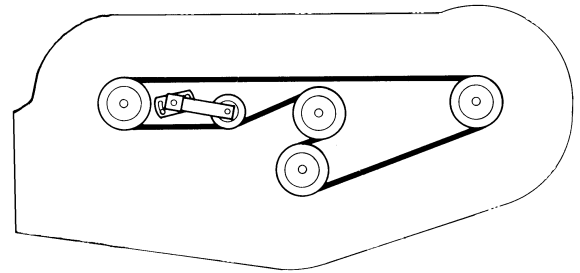

Fig. 20
- A. Para las unidades de corte que suelen operarse con una altura de corte de entre 25–50 mm, se debe subir el lado bajo de la unidad de corte. Retire el pasador que fija la rueda en el lado bajo (Fig. 20) y retire el conjunto de la rueda.